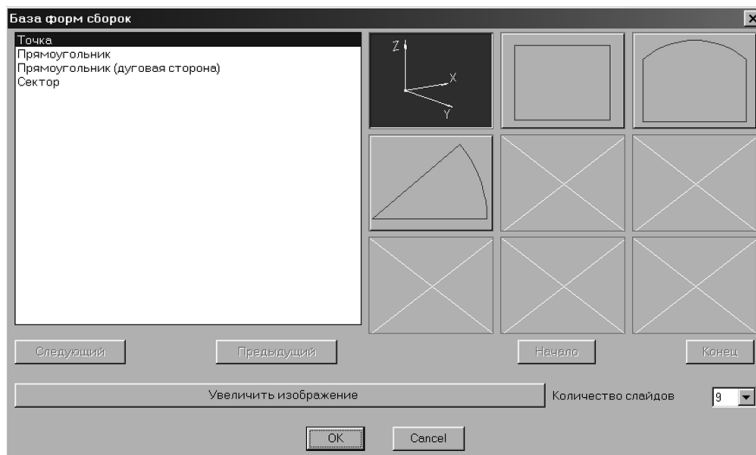

Рис. 2.1. База форм сборок
1. Выбрать тип сборки из графического (или текстового) меню, например прямоугольник (рис. 2.1).